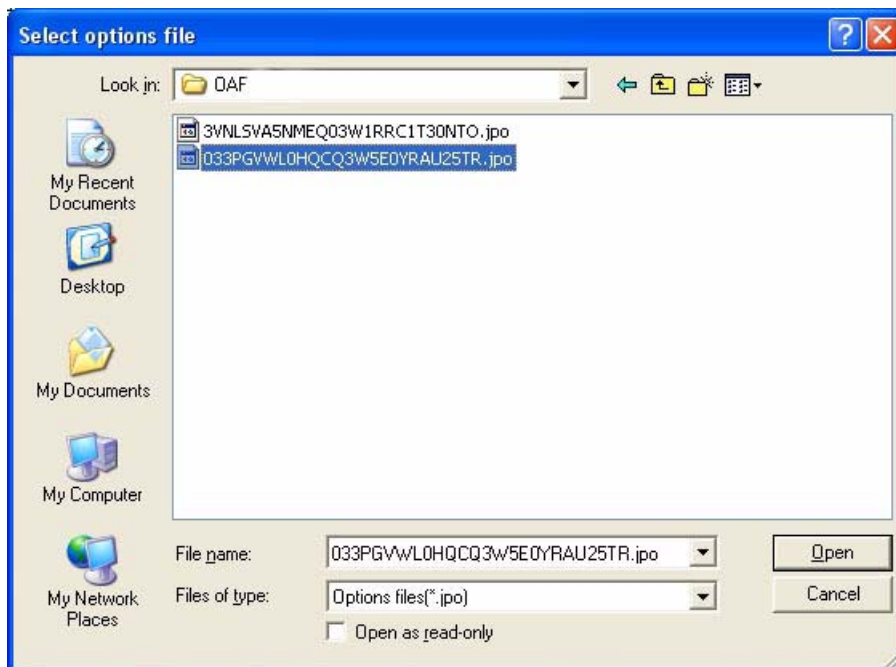

Рисунок 5-9. Загрузка OAF
3. Найдите папку, в которой хранится новый файл авторизации опций. Такой файл имеет расширение .jpo, и он уникален для каждого приемника (Рисунок 5-9).